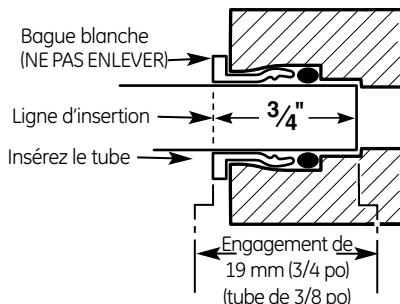

Fig. 7
3. Poussez fermement le tuyau dans chaque raccord du collecteur jusqu'à ce que la ligne soit au niveau du collier de raccord. (Si le tuyau est enlevé, recoupez l'extrémité, mesurez, marquez et ré-insérez). Le tuyau doit être bien inséré pour éviter les fuites (Fig. 7). (**Pour enlever le tuyau : Pressez et tenez la bague blanche; tirez le tuyau pour l'enlever.**)